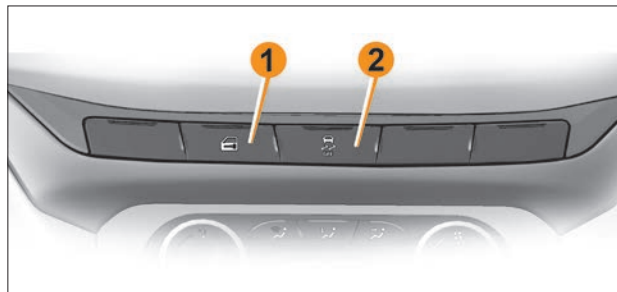

Рис. 3. Блок выключателей на панели приборов
Для блокировки замков дверей и включения режима охраны нажмите кнопку блокировки  на пульте. При этом произойдет блокировка замков дверей и включение режима охраны, что подтверждается **загоранием на некоторое время индикатора на кнопке 1 (см. рис. 3) и двукратным световым сигналом указателей поворота.**
– *Центральная блокировка/разблокировка замков дверей.* Для блокировки замков всех дверей из салона нажмите кнопку  на панели приборов, индикатор на кнопке **1** (рис. 3) загорится на некоторое время, затем погаснет. Если при нажатии кнопки  капот, багажник или одна из дверей были открыты, то двери обратно разблокируются. Закройте двери, капот, багажник, нажмите кнопку блокировки , все двери заблокируются. Разблокировка замков боковых дверей происходит при открывании со стороны салона любой передней двери, при открытии одной из задних дверей происходит разблокировка только открываемой двери.
При заведенном двигателе нажмите кнопку центрального замка  на панели приборов **1** (рис. 3) и удерживайте ее в течение пяти секунд. Сразу после нажатия кнопки загорится светодиод, двери заблокируются. Заглушите двигатель. Функция активирована.
При заведенном двигателе нажмите кнопку центрального замка  на панели приборов **1** (рис. 3) и удерживайте ее в течение пяти секунд. Функция отключена.